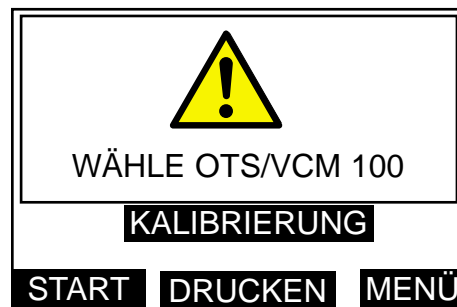

Abbildung 70: Anzeige für OTS/VCM100
2. Wählen Sie aus dem Hauptmenü die Option KALIBRIERUNG. Die Anzeige erscheint wie in Abbildung 70 dargestellt.